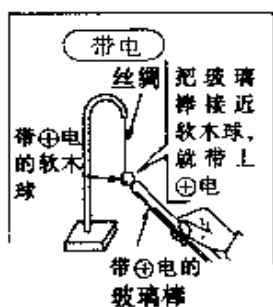

图1
力的大小可用公式表示，这就是法国科学家库仑发现的**库仑定律**给出的公式。即：“两个点电荷之间的静电力( $F$ )与两个点电荷( $Q_1$ 与 $Q_2$ )的乘积成正比，与它们之间距离( $r$ )的平方成反比”(图1)。
电量1库仑[C]的定义: 根据图1给出的公式, 若  $r = 1[\text{m}]$ ,  $F = 9 \times 10^9 [\text{N}]$ , 则  $Q_1 = Q_2 = 1[\text{C}]$ 。相等点电荷相隔  $1[\text{m}]$ , 作用力为  $9 \times 10^9 [\text{N}]$  时电量就等于  $1[\text{C}]$ 。
① 图1表明，带正电的玻璃棒碰及软木球时，电荷就转移到软木球上，使软木球带正电。